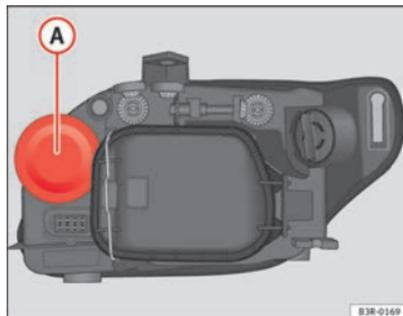

Fig. 204 Lâmpada das luzes indicadoras de mudança de direcção
- Extraia a tampa de borracha ⇒ fig. 204 puxando por ela.